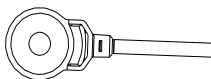

Рис. 9-5
5. Датчик детонации (рис. 9-5)